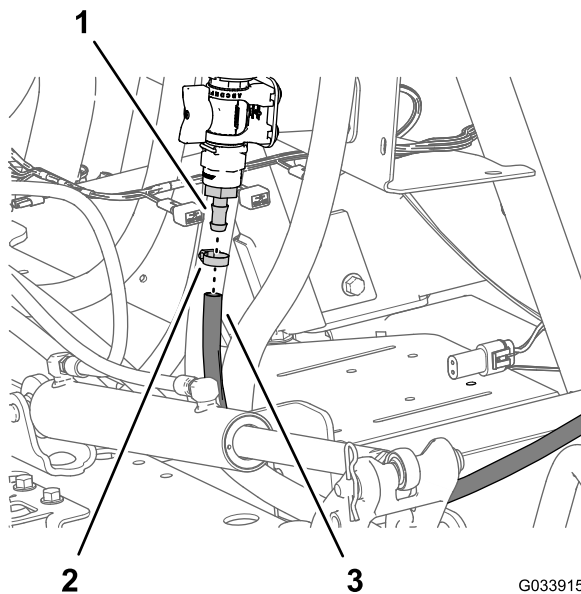

図 20
6. 散布スティック用ホースを、制御バルブのバーブ付きフィッティングに接続し、ホースクランプで固定する 図 20。